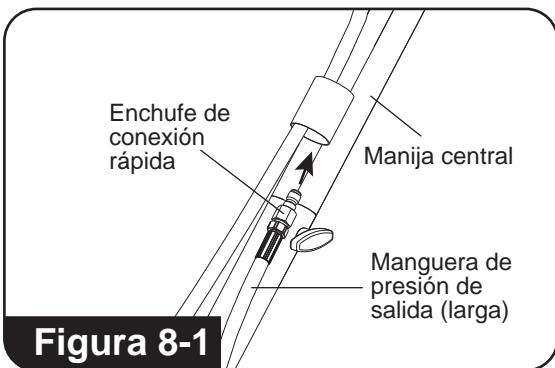
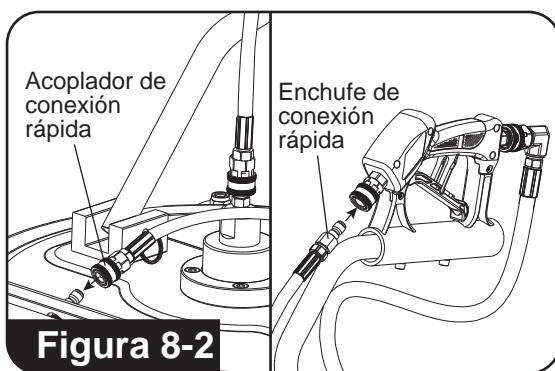

Figura 8-1
Figura 8-2
8. Tome la manguera de presión de salida larga y, comenzando con el extremo del enchufe de conexión rápida, deslícela a través de la parte inferior del tubo guía en la parte delantera del ensamble de la manija central. Fíjela a la otra manija y al enchufe de entrada de la barra rociadora. (**Consulte la figura 8-1 y la figura 8-2**)